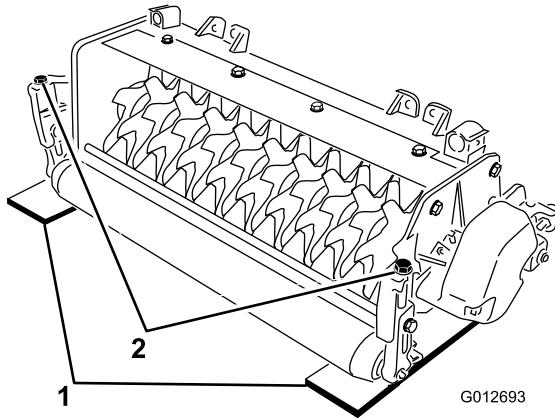

Bild 4
2. Legen Sie zwei Messlehrnen mit der gewünschten Bodeneindringung des Messers unter die Front- und Heckrolle der Vertikutierspindel (an jedem Ende der Spindel) (Bild 4).
3. Drehen Sie die Einstellschraube an jeder Schnithöhenhalterung (Bild 4) so ein, dass die Messerspindeln an beiden Enden die flache Oberfläche berühren.